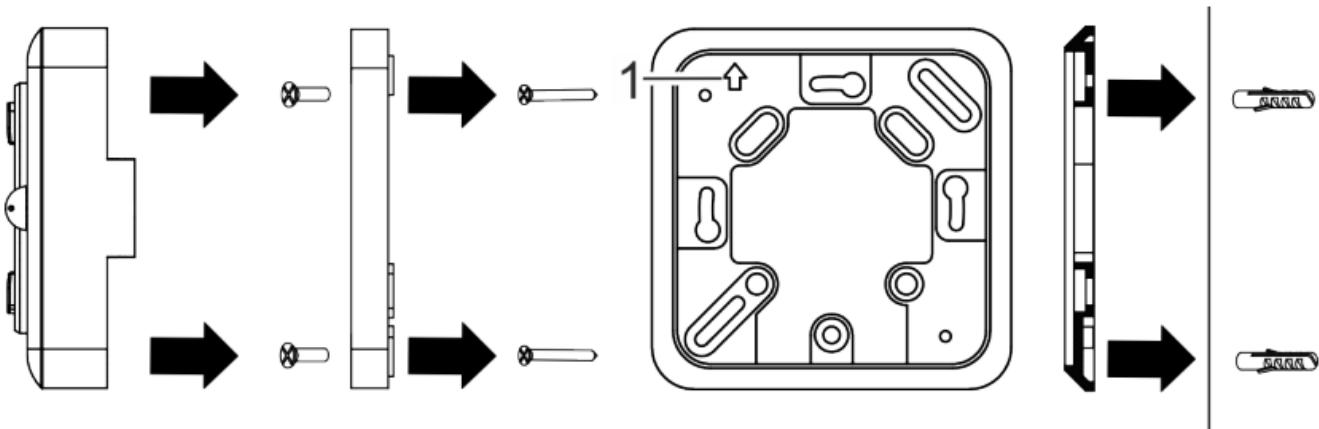

Fig. 5: Montaggio della base dell'alloggiamento sulla piastra di montaggio
1. Montare la piastra di montaggio sulla scatola sotto intonaco con le viti (3,5 x 25 mm) (Fig. 5).
La freccia (Fig. 5/1) sulla piastra di montaggio dev'essere rivolta verso l'alto.
7. Montare la base dell'alloggiamento dell'apparecchio sulla piastra di montaggio con le viti (3 x 6 mm) (Fig. 5).